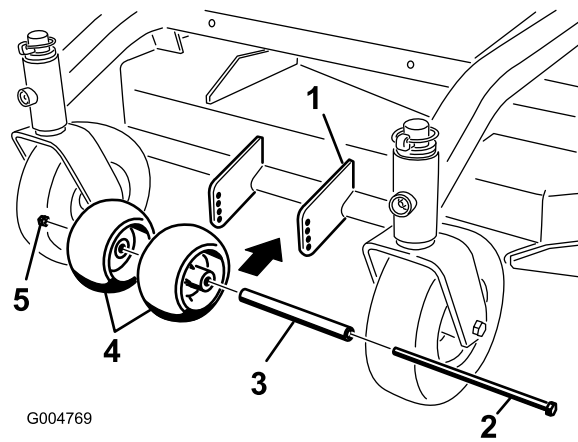

Рисунок 13
- После регулировки высоты скашивания проверьте защитные валики, чтобы между ними и землей был зазор не менее 10 мм (Рисунок 13).
- Если требуется регулировка, снимите болт, шайбы и гайку (Рисунок 13).
- Выберите такие отверстия, чтобы защитные валики находились на высоте не менее 10 мм над землей (Рисунок 13).
- Установите болт и гайку (Рисунок 13).